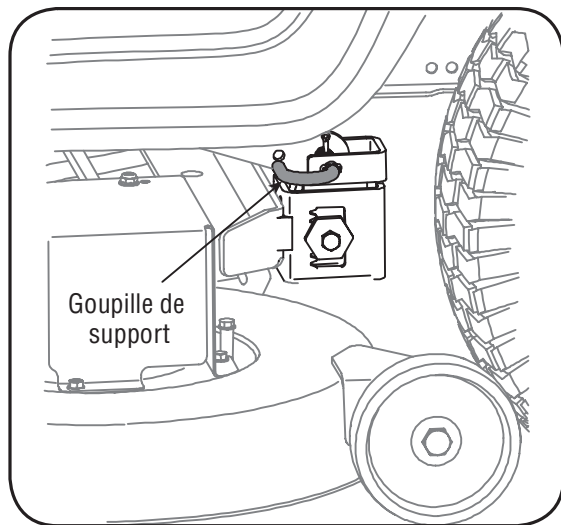

Figure 6-3
- Placez-vous sur la gauche du tracteur et localisez la goupille de support du plateau de coupe sur le côté arrière gauche du plateau de coupe. Voir la Figure 6-3.